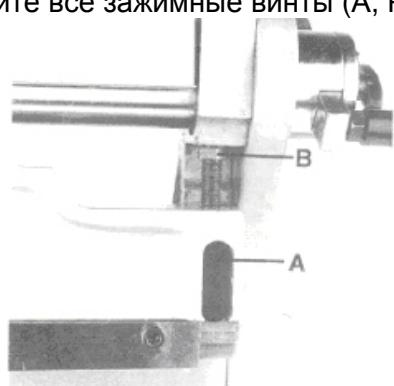

Рис. 5
6. Затяните все зажимные винты (A, Рис.5).
1. Немного ослабьте фиксирующие винты (A, Рис.5).
2. Поверните регулировочные гайки гибочной шины (B, Рис. 5), расположенные с каждой стороны шины, пока тестовый изгиб не будет показывать 90° с каждой стороны шины.
3. Затяните фиксирующие винты (A, Рис. 5).